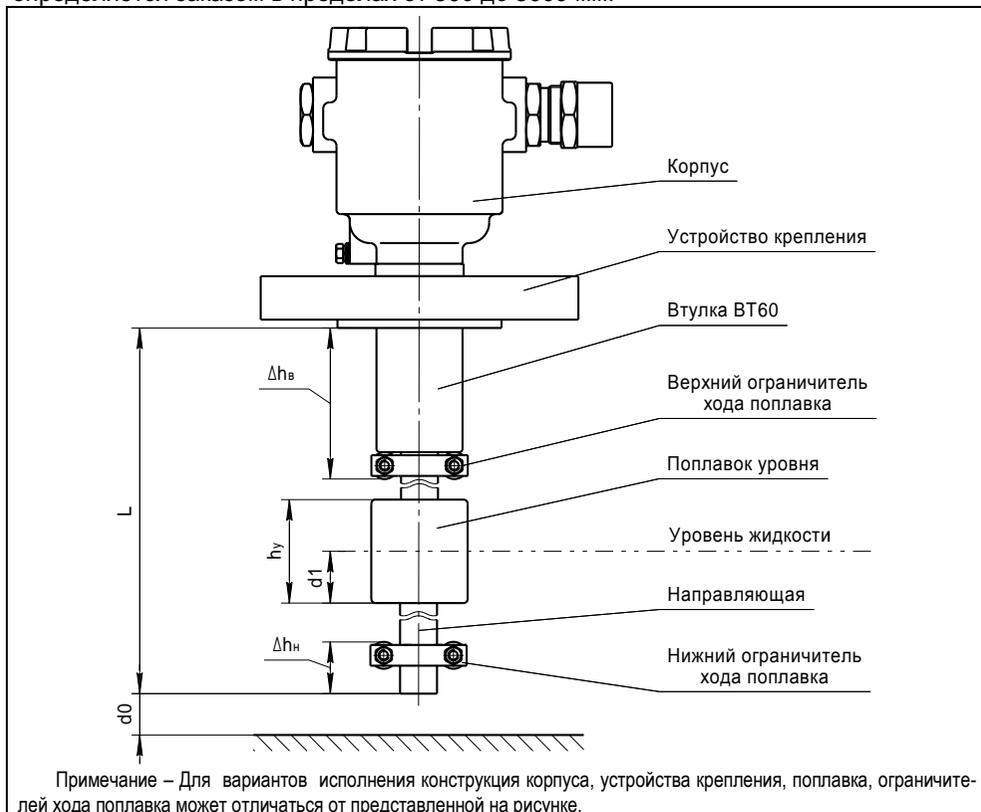

Рисунок 1
1.2.2 Длина направляющей L преобразователя (см. 1.4.5, рисунок 1) определяется заказом в пределах от 500 до 3000 мм.
Величина нижней неизмеряемой зоны Δh_n определяет положение нижнего ограничителя хода поплавка (см. рисунок 1). При выпуске из производства она устанавливается минимальной, равной 20 мм.
Величина верхней неизмеряемой зоны Δh_v определяет положение верхнего ограничителя хода поплавка (см. рисунок 1). При выпуске из производства по умолчанию она устанавливается равной минимальному возможному значению Δh_{vmin} :
1.4.1 Преобразователь (см. рисунок 1) состоит из корпуса, соединённого с направляющей, на которой устанавливаются: устройство крепления, поплавков уровня и ограничители хода поплавка.